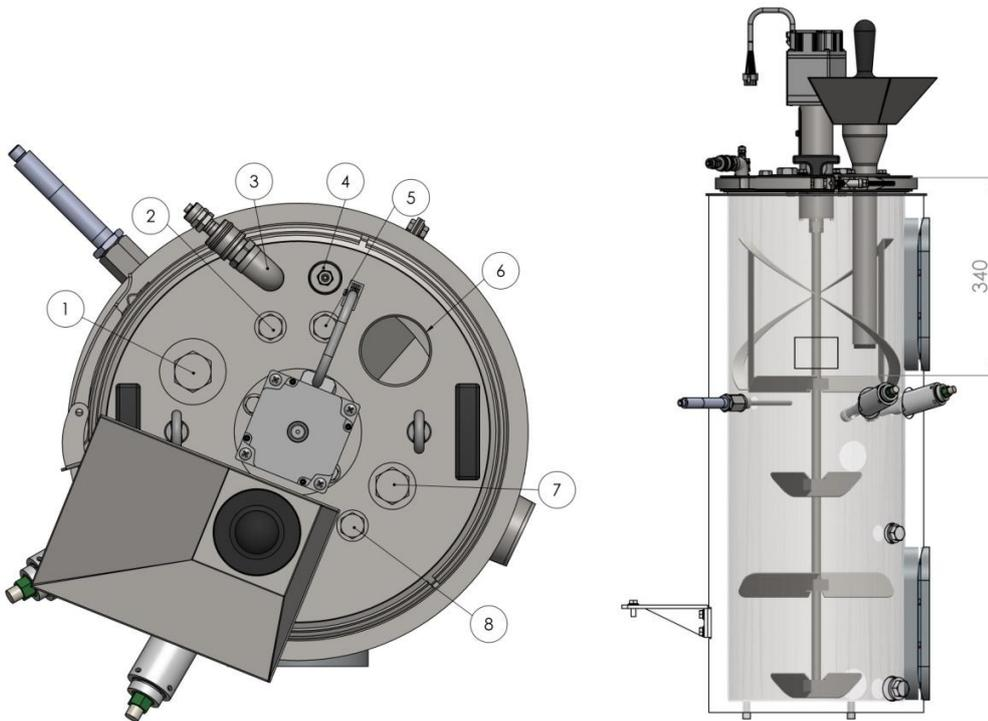
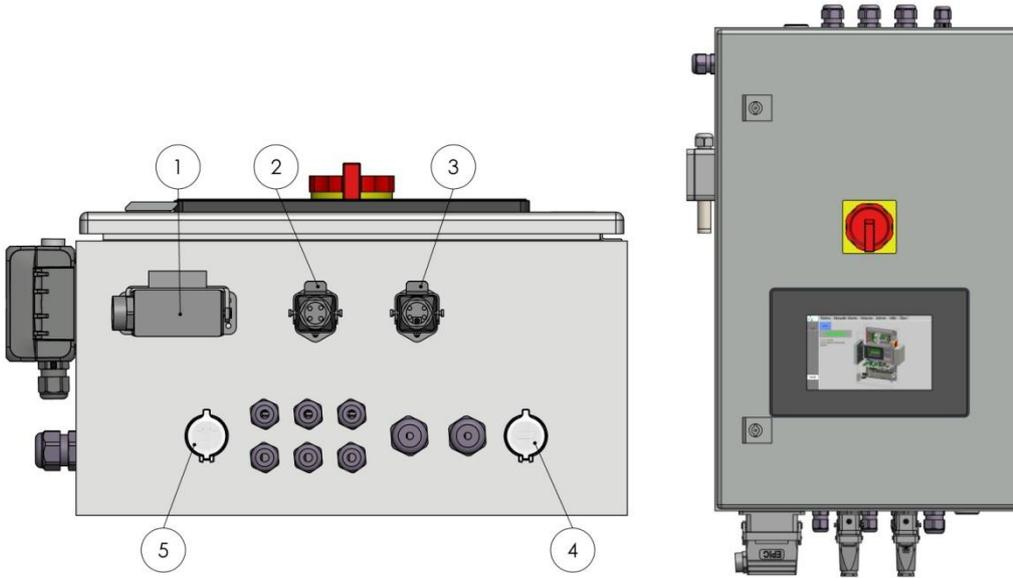

Figura 2: Vista superior da tampa
Figura 7: Gabinete de comando
Após o preenchimento do biorreator e o fechamento da tampa, apertar a conexão roscada de látex do sistema de proteção contra sobrepressão com auxílio de uma chave de gancho (ver Figura 2, pos. 6). Ativar a ligação elétrica do motor do agitador no gabinete de comando (ver Figura 7, posição 1).